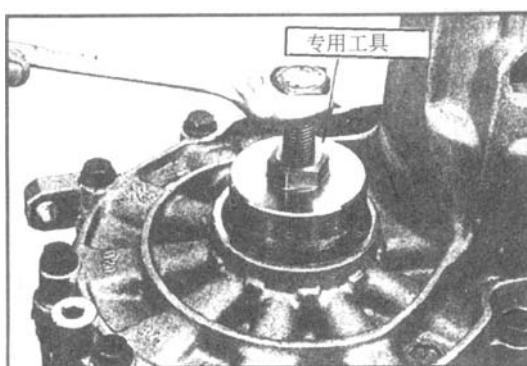

图 4-76 拆卸左侧油封和输出法兰 (五)
(5) 将专用工具拧紧到油封上, 按图 4-76 所示用扳手旋转工具的螺纹轴, 直至将油封旋出。